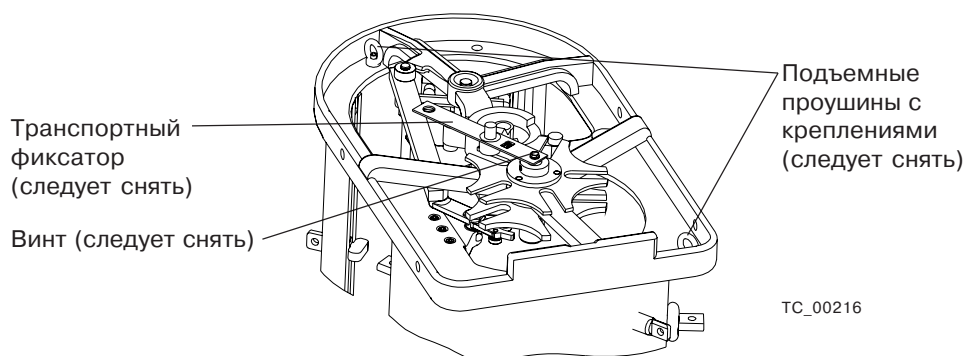

Рис. 12.
7. Снимите транспортный фиксатор и подъемные проушины с верхней части избирателя ответвления, см. Рис. 12.
6. Снимите транспортный фиксатор и подъемные проушины с верхней части избирателя ответвления, см. Рис. 12.